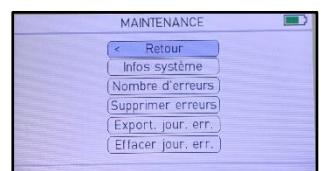

Figure 47. MAINTENANCE
3. La MAINTENANCE s'affiche (*Voir figure 47*). A partir d'ici, vous pouvez accéder aux informations du système, au nombre d'erreurs, et vous pouvez supprimer les erreurs.
1. Dans MAINTENANCE (Voir figure 47), sélectionner INFOS SYSTEME avec .
1. Dans MAINTENANCE (Voir figure 47), sélectionner NOMBRE D'ERREURS avec .
1. Dans MAINTENANCE (Voir figure 47), sélectionner SUPPRIMER ERREURS avec .